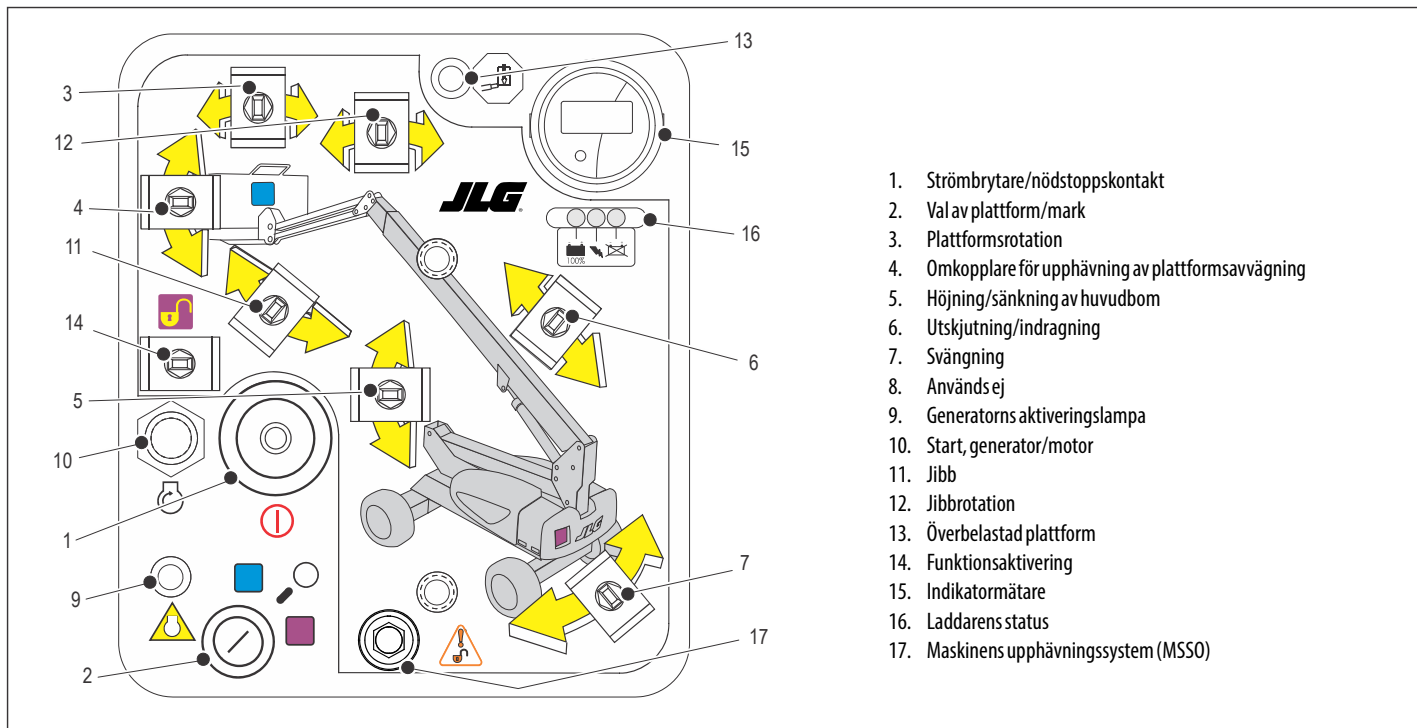

Fig. 3-3. Markpanel med upphävningssystem (MSSO) (endast CE) –Före serienr 0300202137
*Se Fig. 3-1., Fig. 3-2. och Fig. 3-3.*